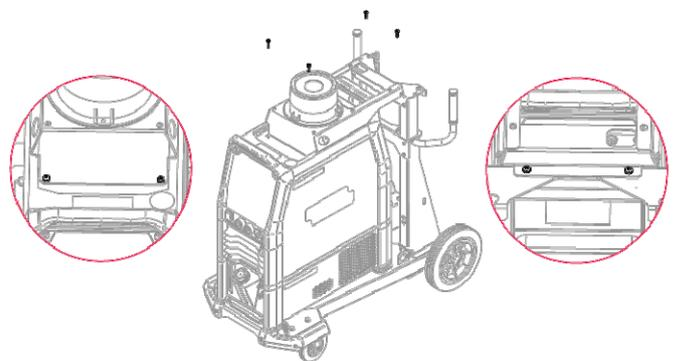

Figure 6
- Montage final - le refroidisseur doit être monté sur le Speedtec avec les vis M6x16 (Figure 6).